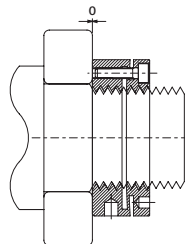

図16
4. クランプナットの締付けトルクを要求される予圧の3~5倍で仮締めします。即ち算式で求めた M の値の約4倍の締付けトルクで締付けます。これは構成部品のナジミを促進するために必要な作業です。このあと、一旦クランプナットを弛め再度適正予圧をかけ調整しクランプねじを増し締めして固定します。(図16)